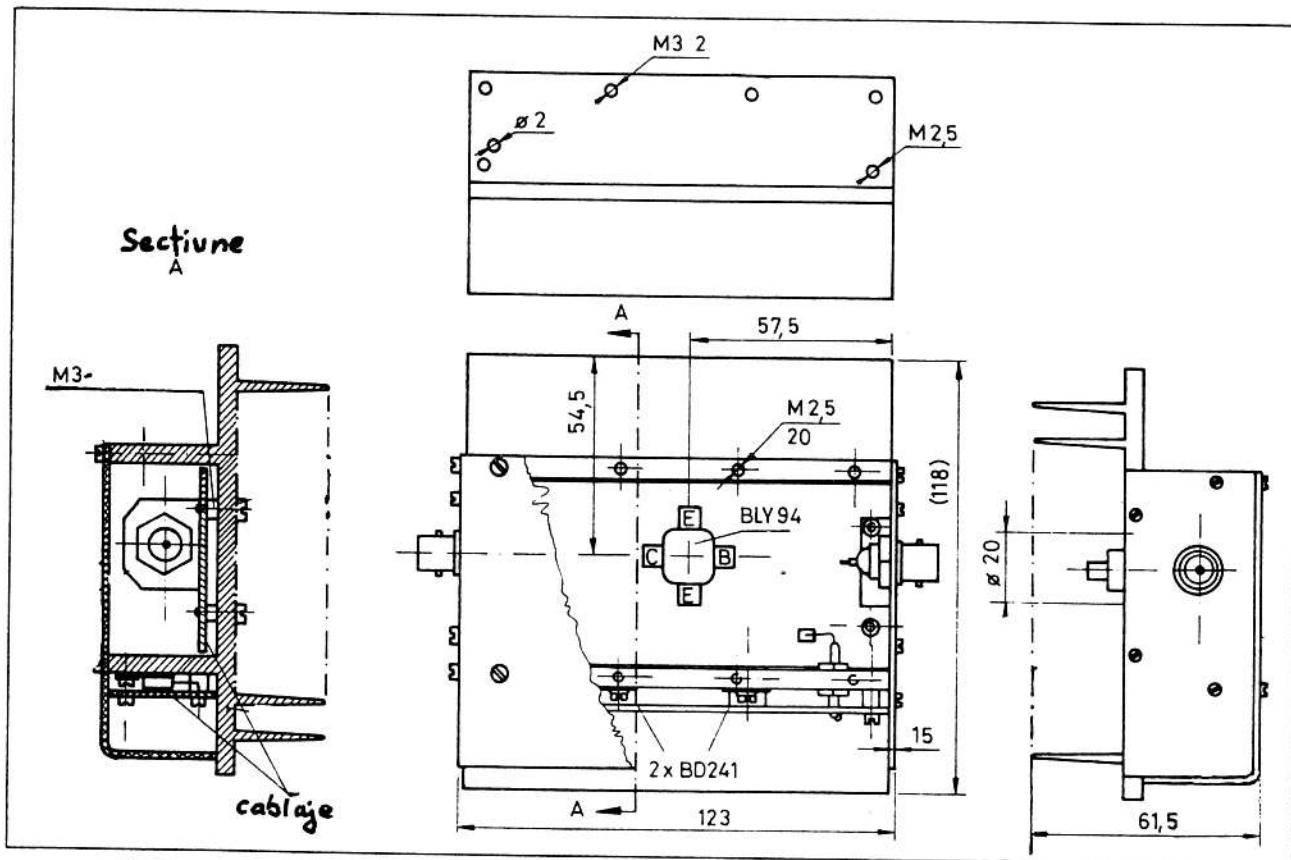
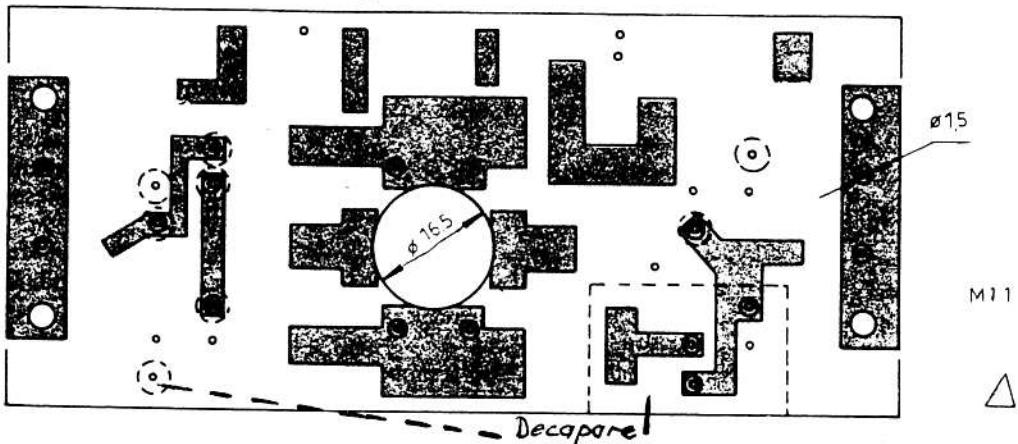

Fig. 5 Detalii de asamblare
Fig. 6 Circuit dublu placat
Circuitul de polarizare este montat într-un plan perpendicular pe o nervură a radiatorului (fig. 5).
Cablajul se prezintă în fig. 5. Piezele se montează prin lipire directă pe față cu trasee. Stecloctextolitul folosit este dublu placat, față a două fiind continuă (asigură un excelent plan de masă și capacitate parazite mici și constante), cu excepția zonelor marcate în desen (fig. 6) cu linii punctate. Astfel în dreptul armăturii
1) Privind fig. 5:
3) Prima opțiune DL7QY (ref. 9) (fig. 6).